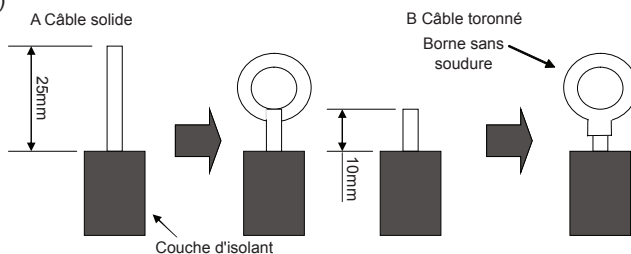

Fig. 29
(1). Pour câblage solide (Fig. 29)
- (2). Pour câblage toronné (Fig. 29)